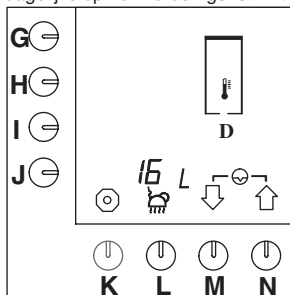

Fig. 53 Dagteller HW systeem resetten
- Druk op selectietoets (M.)↓ tot fig. 53 in het display verschijnt.